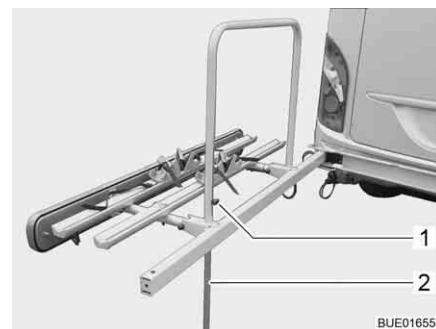

Fig. 4 Puntello
- Abbassare il tubo di appoggio (Fig. 4,2) fino al pavimento agendo sulla vite ad aletta.
- Stringere di nuovo la vite ad aletta (Fig. 4,1).